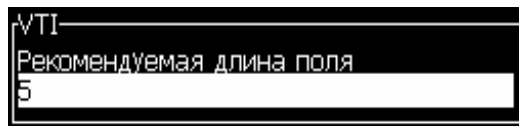

Рисунок 5-37: Диалоговое окно “Prompted Field Length” (длина изменяемого поля)
- 8 Нажмите кнопку “Enter” (ввод) для открытия окна “Prompted Field Length” (длина изменяемого поля) (смотрите Рисунок 5-37).